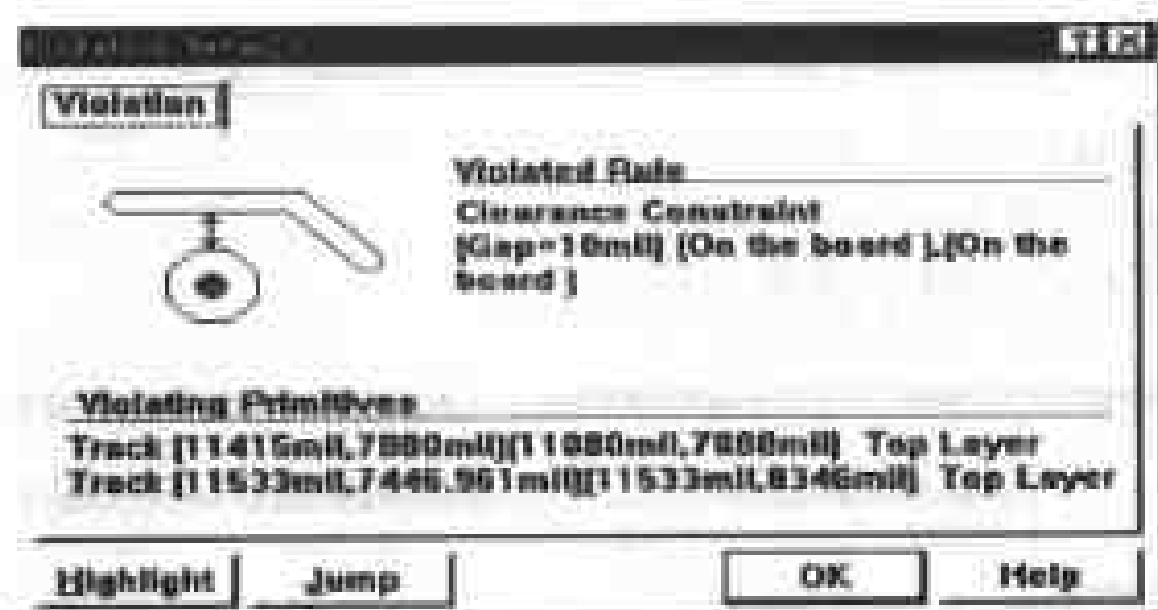
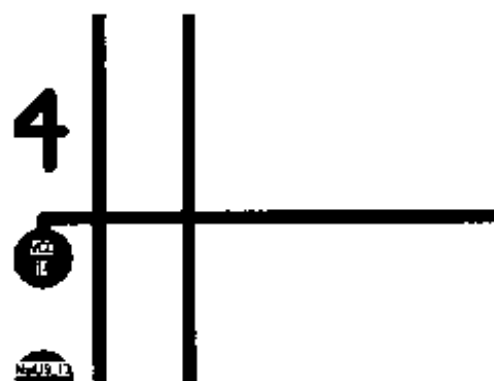

图 6-55 错误细节对话框
图 6-56 快速定位所选错误的地方
(1) 显示错误细节：在对象子列表框中选定错误后，单击 **Details...** 按钮，系统将会弹出如图 6-55 所示的错误细节对话框。
(3) 快速定位所选错误处：在对象子列表框中选定错误后，单击 **Jump** 按钮，系统将会快速定位到出错误的地方，并且此处高亮度、放大显示在工作区的中央。如图 6-56 所示。此方法也可通过单击图 6-55 中的 **Jump** 按钮来实现，两者完全一致。